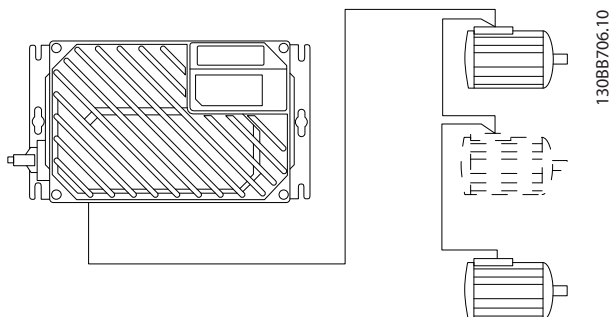

Abbildung 4.10 Parallelschaltung von Motoren
- Installationen mit gemeinsamem Anschluss wie in *Abbildung 4.10* gezeigt werden nur bei kurzen Kabellängen (maximal 10 m) empfohlen.